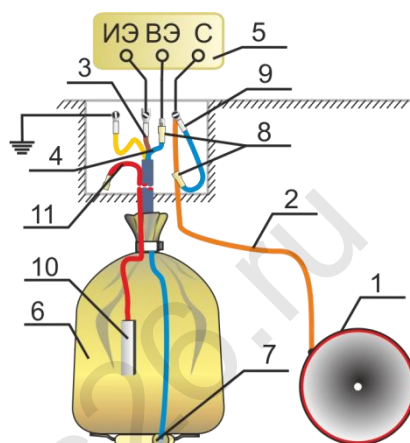

Рисунок 6 – Схема измерения поляризационного потенциала
8.2 Измерения поляризационного потенциала выполняют с помощью приборов, содержащих прерыватель тока поляризации вспомогательного электрода, например, ОРИОН ИП-01. Схема присоединения прибора к выводам контрольно-измерительного пункта приведена на рис.6.